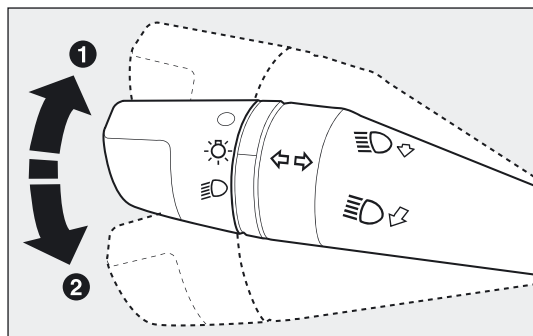

fig. 50
**RICHTINGAANWIJZERS fig. 50**